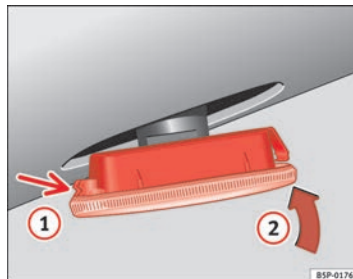

Fig. 238 Indicatori di direzioni laterali
- Prima collocare l'intermittente nel foro della carrozzeria, incastrando le linguette ⇒ fig. 238, freccia ①.
- Inserire la lampada come indicato dalla freccia ② ⇒ fig. 238. ■